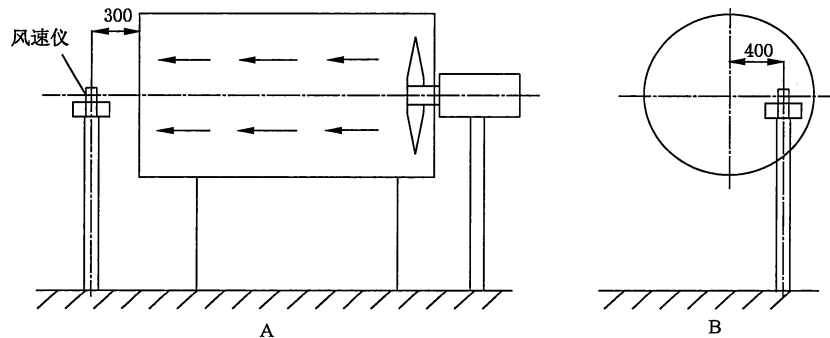

图 2 风速仪位置图
6.1.1.1 试验前先将抗风强度测试仪的速度用风速仪进行调整,直到风速达到规定值为止(风速仪放置位置见图 2),调整调频旋钮,将风速调至 0 m/s。
6.1.2.1 将抗风强度测试仪的速度用风速仪进行调整,直到风速达到规定值为止(风速仪放置位置见图2),调整调频旋钮,将风速调至0 m/s。
6.2.1.1 将抗风强度测试仪的速度用风速仪进行调整,直到风速达到规定值为止(风速仪放置位置见图2),调整调频旋钮,将风速调至0 m/s。
6.2.2.1 将抗风强度测试仪的速度用风速仪进行调整,直到风速达到规定值为止(风速仪放置位置见图2),调整调频旋钮,将风速调至0 m/s。